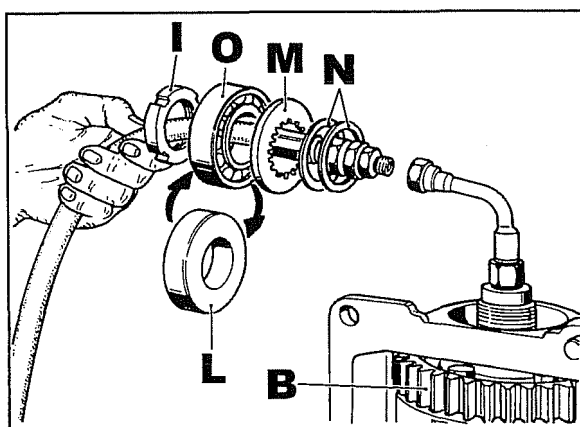

Fig. 16
Une fois que l'épaisseur est connue, débrancher l'instrument et comme le montre la fig. 16, enfiler sur le tube la bague **I**, l'entretoise d'essai **L**, la rondelle **M** et les cales d'épaisseur **N** déterminées plus haut.
Il faut alors augmenter progressivement la pression de l'instrument tout en essayant en même temps de faire tourner manuellement l'engrenage **B** fig. 16. Vérifier que ce mouvement est possible seulement quand le manomètre atteint **35 bar** et qu'il devient complètement libre **40 bar**. Dans le cas contraire intervenir en plus ou en moins sur les cales d'épaisseur des entretoises **N**.
Après réglage du groupe, remplacer l'entretoise d'essai **L** fig. 16 par le roulement **O**.
- Serrer la bague **I** fig.16 à Kgm. **22,5**.